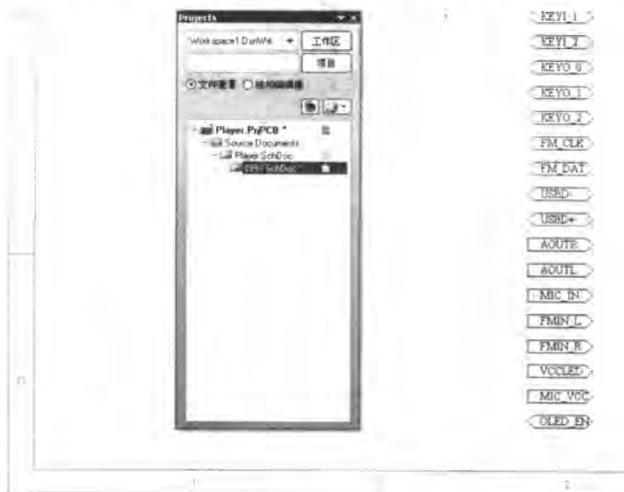

图 4-63 由图纸符号“CPU”建立子原理图
- [3] 单击 按钮关闭提示框，此时系统自动生成了一个新的原理图文件，名称为“CPU.SchDoc”，与相应图纸符号所代表的子原理图文件名一致，同时放置了与图纸入口方向一致的输入/输出端口，如图 4-63 所示。